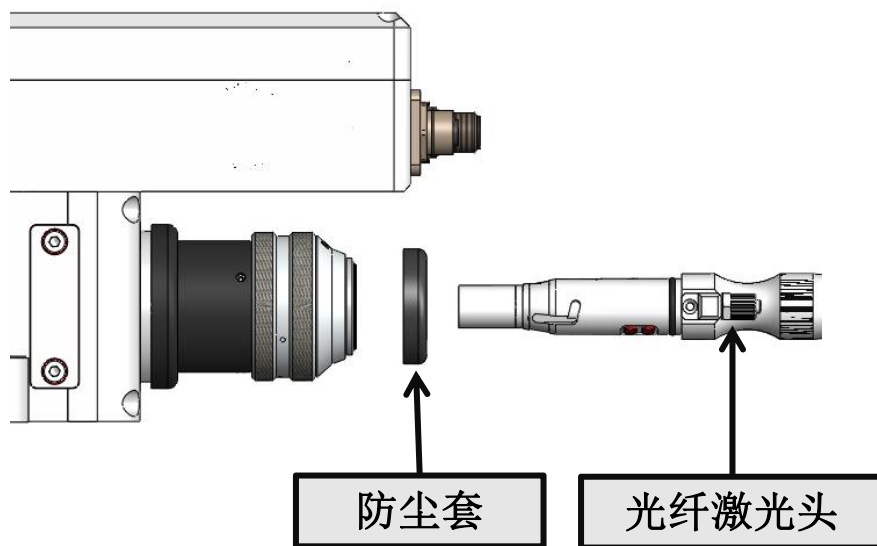

图2.3
- ① 将切割头水平放置，取下头子上的白色帽子与静电贴，取出防尘密封塞和防尘套，如下图2.3所示：